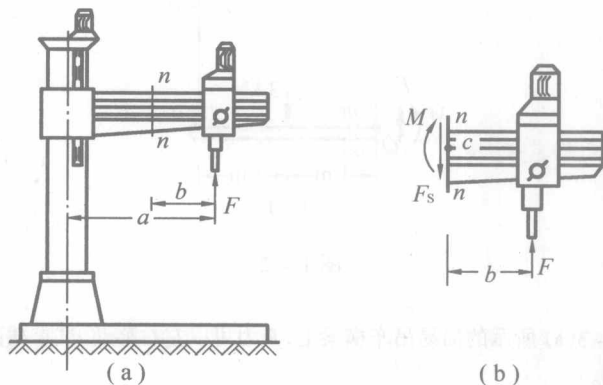

图 1-1
1.1 对图 1-1(a) 所示钻床,试求  $n-n$  截面上的内力。
**解** 应用截面法,取图 1-1(a) 所示截面  $n-n$  以右部分作为研究对象,其受力如图 1-1(b) 所示。由平衡条件  $\sum F_y = 0$ ,  $F - F_s = 0$ , 和  $\sum M_c = 0$ ,  $Fb - M = 0$ , 解得  $F_s = F$ ,  $M = Fb$ 。